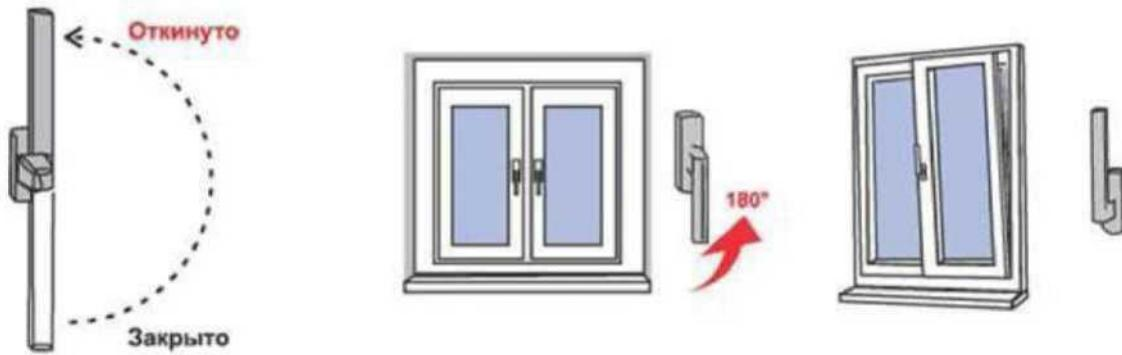

Рисунок 2.
относительно нижней горизонтальной оси, положение «Откинуто» на Рис.2) ручку поворачивают вертикально на 180 градусов вверх, затем, потянув за ручку, поворачивают створку относительно нижней горизонтальной оси на заданный изготовителем угол (не более 10 градусов) (*откидной режим*).
4) Для запирания створки из открытого или откидного положения ее сначала закрывают и, придерживая створку рукой, поворачивают ручку вертикально вниз (положение «Закрыто» на Рис. 2).